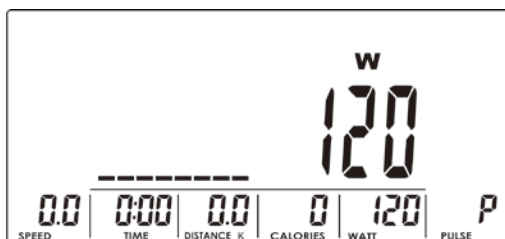

Рисунок 15
2. Выберите кнопками UP или DOWN целевое значение Ватт (WATT) (по умолчанию: 120, Рисунок 15).